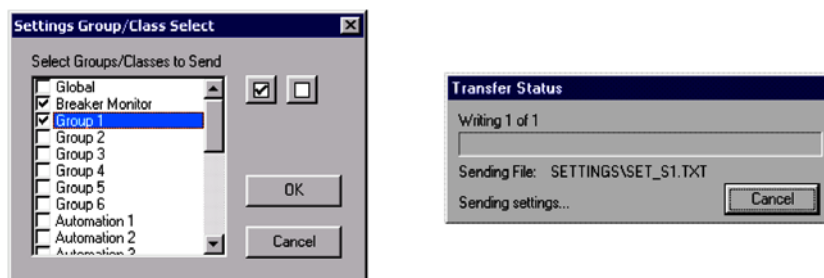

Figura 6.26 Transferindo os Ajustes do Grupo 1 (Group 1) e Monitor do Disjuntor (Breaker Monitor) para o SEL-421
O ACSELERATOR permite que você selecione a classe de ajustes que deseja enviar para o relé, conforme mostrado na caixa de diálogo **Group Select** na Figura 6.26.
- O ACSELERATOR responde através da caixa de diálogo **Transfer Status**, conforme Figura 6.26.
NOTA: As caixas de diálogo do **Relay Editor** mostradas na Figura 6.26 são para o SEL-421. As caixas de diálogo dos SEL-421-1 e SEL-421-2 não contêm os exemplos de ajuste de Automation 2 a Automation 10.
- b. O ACSELERATOR permite que você selecione a classe de ajustes que deseja enviar para o relé, conforme mostrado na caixa de diálogo **Group Select** na Figura 6.26.
O ACSELERATOR responde através da caixa de diálogo similar à segunda caixa de diálogo da Figura 6.26.